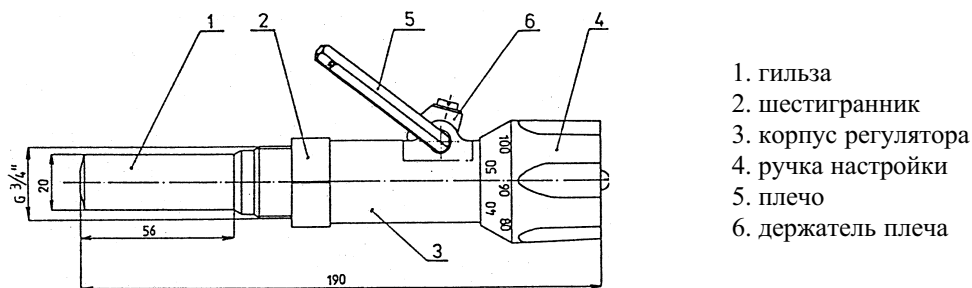

Рис. 1 Температурный регулятор мощности - TRV
1. Попробуйте навинтить регулятор сначала без уплотнительной пакли. Затем регулятор навинтите с защитным диском из ПВХ, надетым на гильзу, и паклей с помощью ключа на патрубок котла в требуемое положение (см. рис.1).